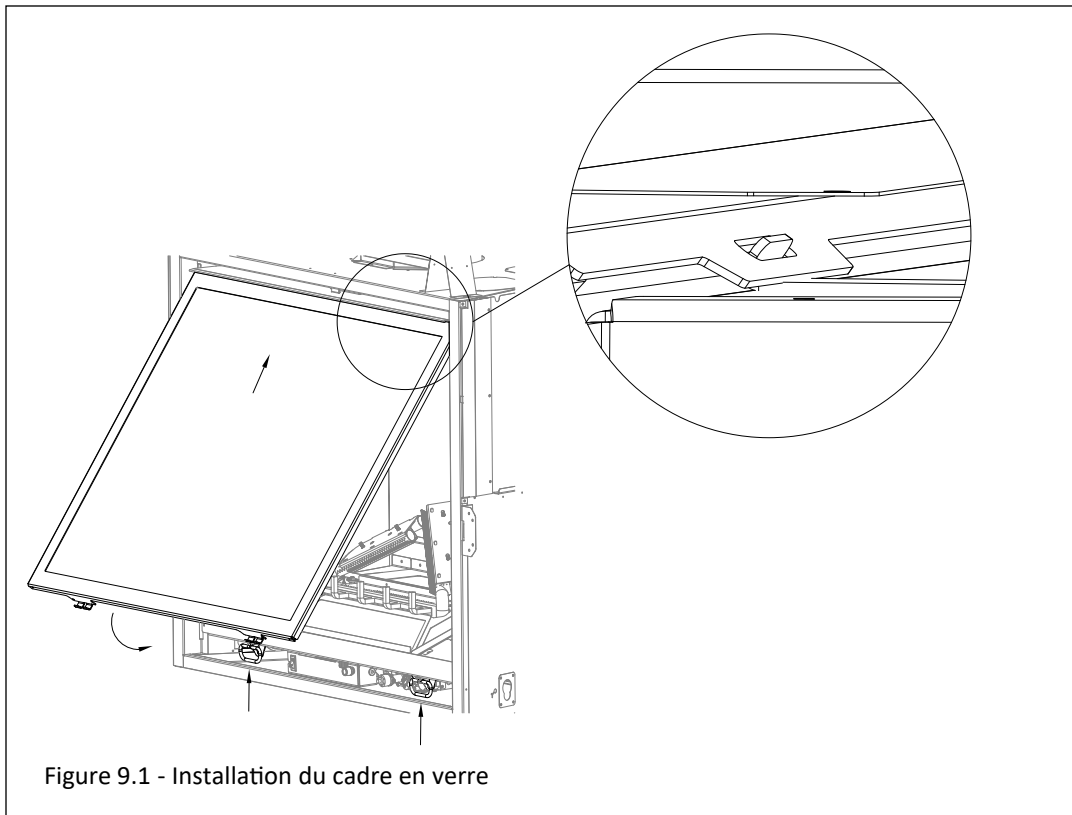

Figure 9.1 - Installation du cadre en verre
1. Inclinez le haut de l'assemblage du cadre en verre comme illustré à la Figure 9.1. Alignez les fentes situées sur le dessus de l'assemblage de verre sur les languettes au-dessus du foyer tout en abaissant le bas de l'assemblage de verre en position.